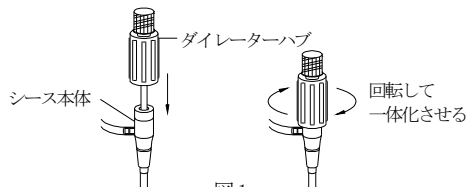

図1
3. シースに段付ダイレクターを慎重に挿入し、ダイレクターハブを時計方向に回して締め込み、シース本体と一体化する (図1参照)。